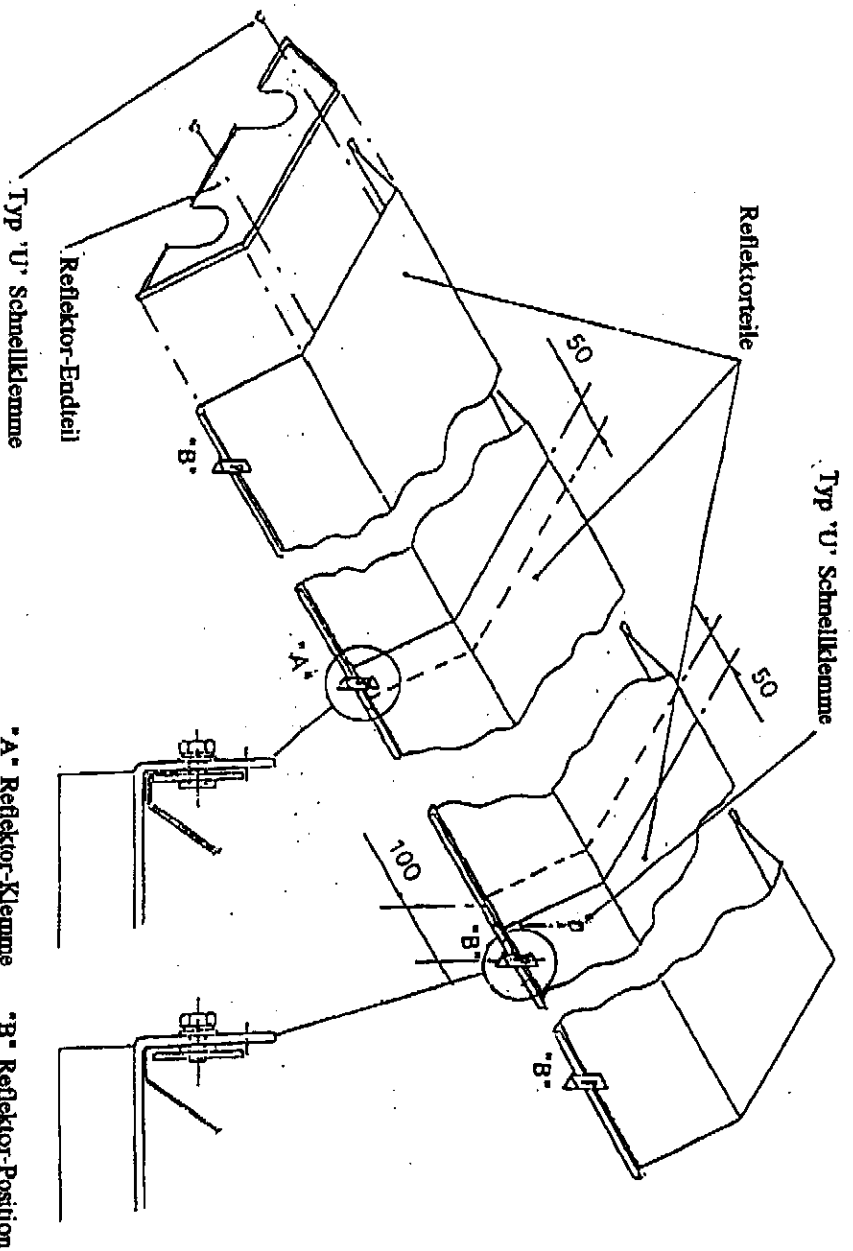

Abb. 17
4.3.6 Platzieren Sie die beiden langen Reflektorteile auf die Aufhängevorrichtungen wie in Abb. 17 gezeigt. Platzieren Sie das kurze Reflektorteil über den zwei langen Reflektorteilen, so daß eine 50mm Überlappung an jedem Ende entsteht. Klemmen Sie die langen und kurzen Reflektorteile (Kontrollbohrende) an die Aufhängevorrichtung, wo sie überlappen, indem Sie zwei Befestigungsschrauben und M6 Satzschrauben und Dichtungsringe (Befestigungspaket) verwenden. Sichern Sie das andere Ende des kurzen Reflektorteiles an das zweite lange Reflektorteil unter Gebrauch zweier U-Typ Schnellklammern (aus dem Befestigungspaket), wie in Abb. 17 gezeigt. Schrauben Sie die restlichen (6) Befestigungsschrauben an jede der anderen Aufhängevorrichtungen, so daß Sie einen Platz für die Reflektorteile, wie in der Abb. 17 unten gezeigt, beschaffen.
- 4.3.7 Platzieren Sie die Reflektorendteile (eingeklebt) über die Strahlerröhren und in das Ende des Reflektorenteils, so daß das Endteilflansch mit dem Ende des Reflektors bündig ist. Sichern Sie das Reflektorendteil an dem Reflektorteil unter Gebrauch von 6 gelieferten U-Typ Schnellklammern (Befestigungspakete); 2 Klammern pro Facette des Reflektorteiles, wie in Abb. 17 oben gezeigt.